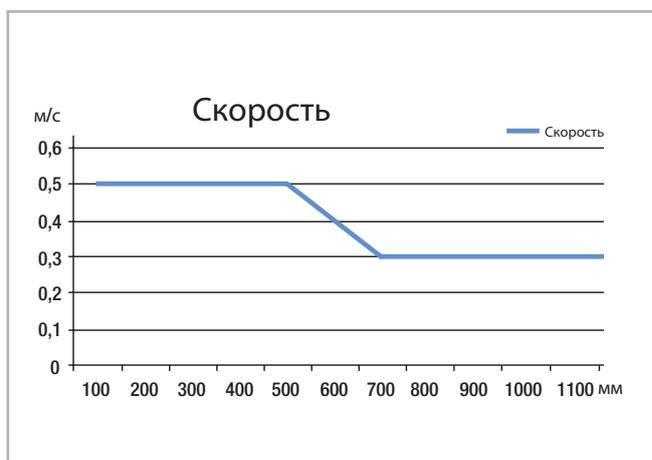

Рис. 22
Скорость выдвигания определяется размером среднего элемента. Иначе говоря максимальная скорость выдвигания обратно пропорциональна общей длине направляющей (см. рис. 22). Максимальная скорость выдвигания также имеет прямую зависимость от прикладываемой нагрузки и режима работы. Указанные значения относятся к постоянной работе под максимальной каталожной нагрузкой.
- Light rail полного или частичного выдвижения отлично подходят для использования в автоматических системах. Однако для этого необходимо обеспечить постоянное значение хода на протяжении всего срока службы и проверить скорость выдвижения (см. стр. LR-22, рис. 22). При переменных значениях хода направляющей (не полном выдвижении) может произойти смещение шарикового сепаратора, что как следствие приведет к увеличению необходимого усилия страгивания и станет дополнительной нагрузкой для привода. Поэтому в рамках рабочего цикла с неполным выдвижением необходимо предусматривать дополнительные холостые срабатывания с полным выдвижением, чтобы сепаратор вернулся в исходное положение.